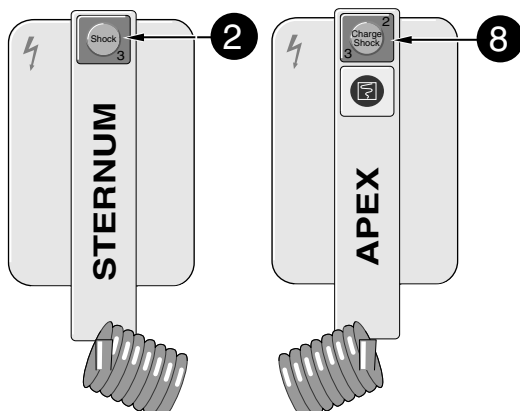

Bild 5-6. Tasten zum Auslösen des Energie-Speichervorgangs und zum Auslösen des Defibrillationsimpulses
- \* Lösen Sie den Energie-Speichervorgang durch Drücken der Taste  (8) im Elektrodengriff aus (Bild 5-6). (Bei Klebeelektroden mit Taste  am Gerät.)
- \* Lösen Sie jetzt innerhalb der nächsten 30 s den Defibrillationsimpuls aus. Drücken Sie dazu gleichzeitig die beiden Tasten in den Elektrodengriffen (Bild 5-6). Der nächste Synchronisierimpuls löst den Defibrillationsimpuls aus. (Bei Klebeelektroden müssen Sie den Impuls mit den beiden Tasten   am Gerät auslösen.)